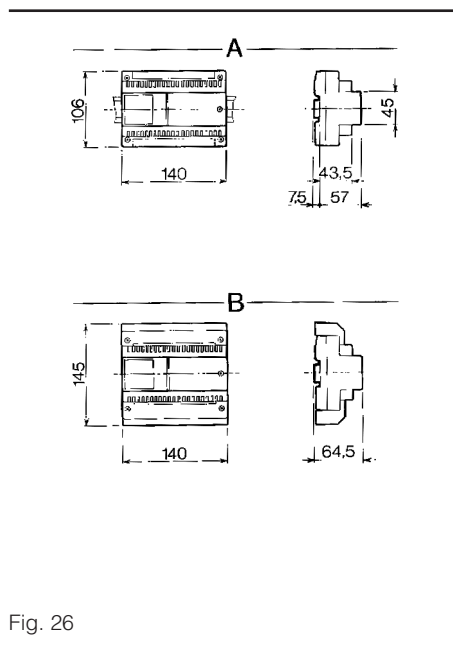

Fig. 26
- Dimensioni: modulo da 8 unità per guida DIN (fig. 26).